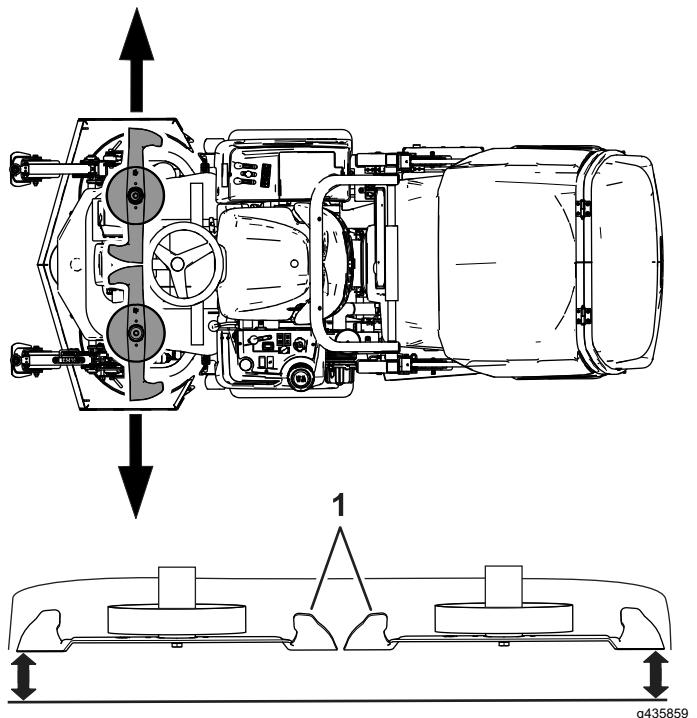

Figura 102
3. Alinhe uma lâmina lateral na posição mais periférica (Figura 102).
4. Meça a distância entre o solo e o ponto mais periférico da extremidade de corte da lâmina (Figura 102).
5. Alinhe o conjunto da lâmina no outro lado da unidade de corte para a posição mais periférica (Figura 102).
6. Meça a distância entre o solo e o ponto mais periférico da extremidade de corte da lâmina com um bloco de grau (Figura 102).
8. Meça o ponto mais periférico da extremidade de corte da lâmina (Figura 102).